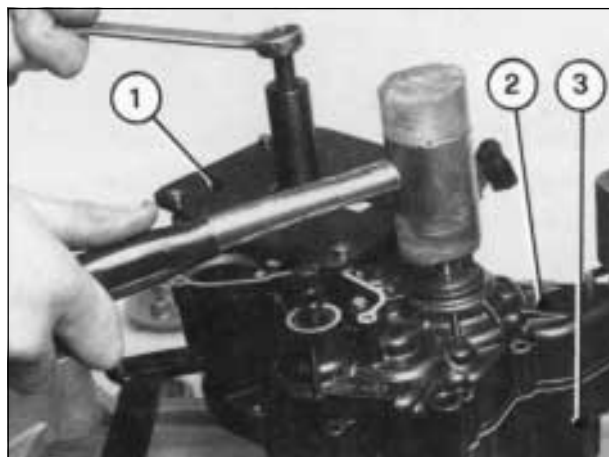

Fig. 21
- 21) SEPARARE i 2 semicarteri dopo aver applicato l'apposito estrattore (1-Fig. 21) al semicarter dal lato del volano battendo con un martello di legno, cuoio o plastica alternativamente sull'albero selettore e sull'albero cambio, permettendo così il distacco graduale e parallelo dei due semicarteri (2-3-Fig. 21).